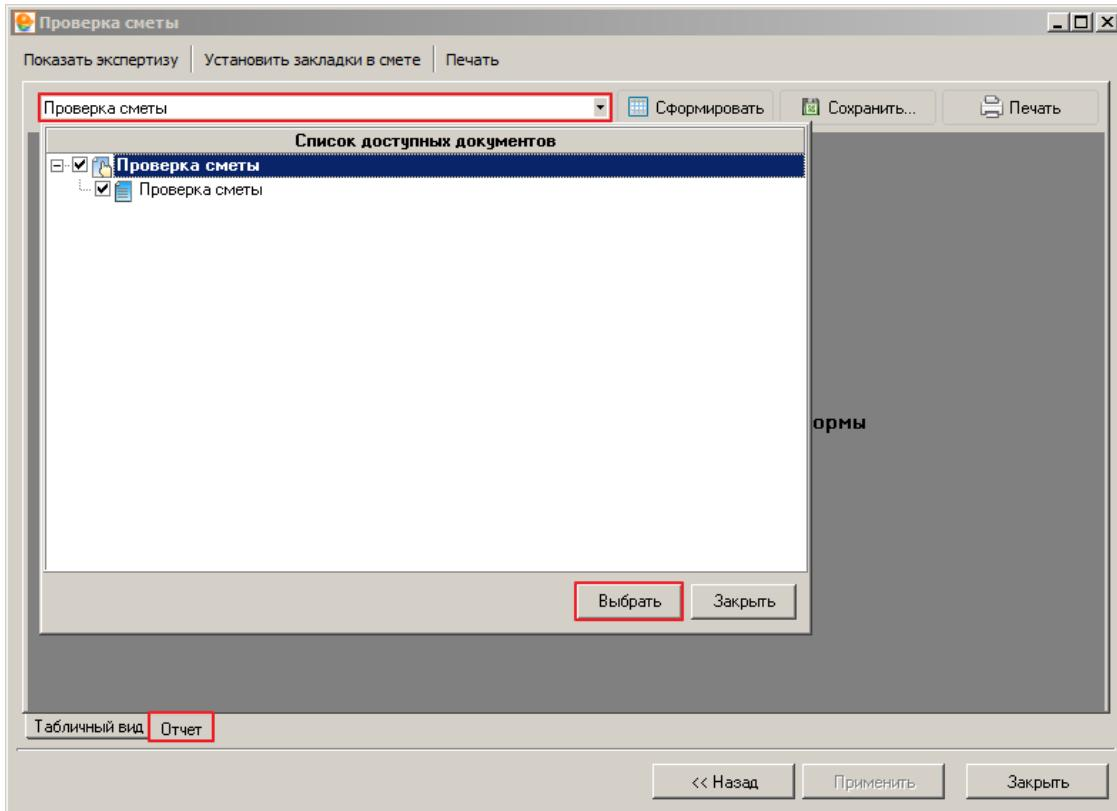

Рис. 7. Формирование отчета в формате MS Excel
**Отчет о проверке в формате MS Excel.** Для формирования отчета необходимо в режиме отображения **Показать отчет** (см. рис. 6), переключиться на вкладку **Отчет**, в панели настройки выбрать отчетный документ и нажать на кнопку **Выбрать** (см. рис. 7).